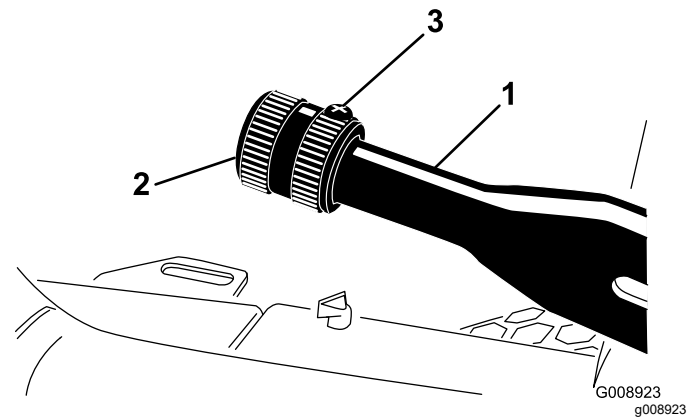

Bild 61
1. Lösen Sie die Stellschraube, mit der das Handrad am Feststellbremshebel befestigt ist (Bild 61).